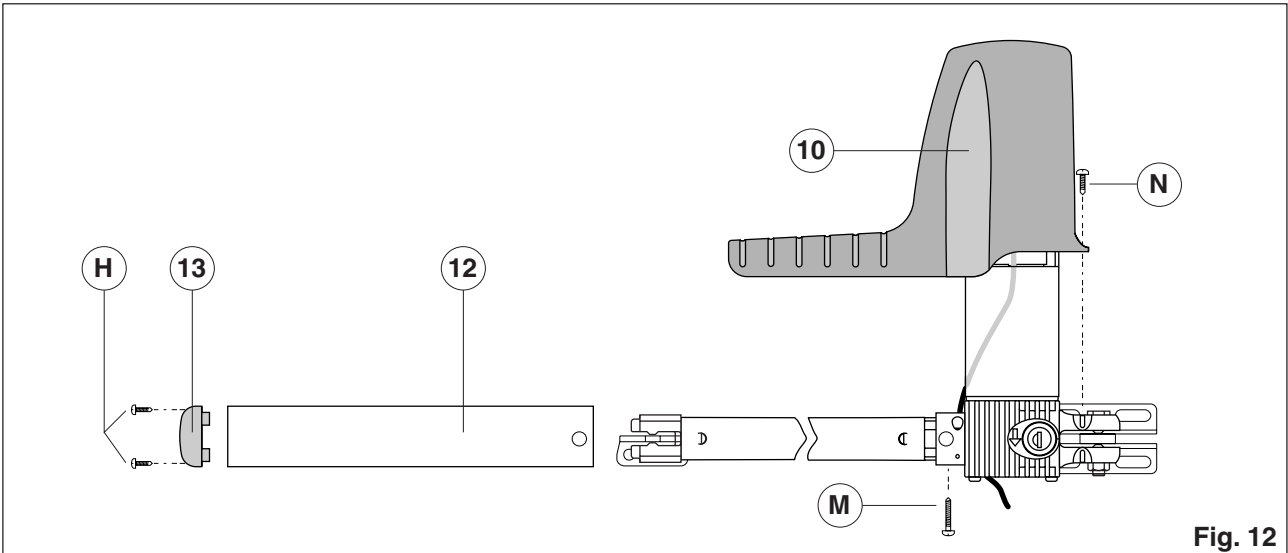

Fig. 12
- 3.10** Assemblare il copri tubo [12] con il tappo [13] e la guarnizione e fissarlo con le viti [H] e [M] in dotazione (fig. 12). **Attenzione al verso di inserimento. Le feritoie presenti sul tappo di chiusura [13] devono trovarsi sulla parte inferiore in modo da favorire la fuori uscita d'acqua.**